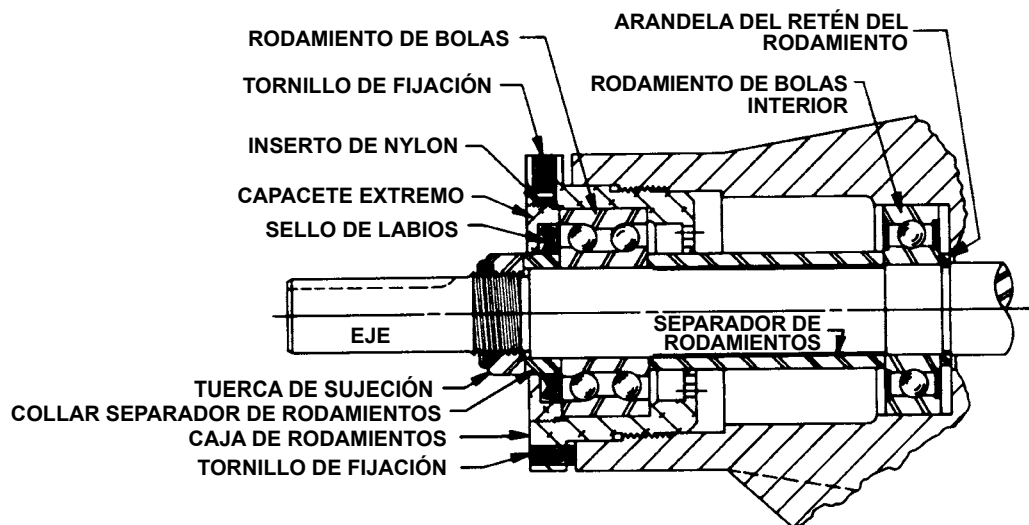

FIGURA 10 – CONJUNTO DE RODAMIENTOS DE EMPUJE DE LOS TAMAÑOS AS, AK Y AL
**AS, AK, AL:** Retire el espaciador de rodamientos del eje. Consulte la **figura 10** de la página 6
11. **AS, AK, AL:** Retire la arandela del retén de rodamiento. Es posible que la arandela pueda haberse quedado adherida al rotor y el eje cuando se le retire o esté contra el rodamiento de bolas. Consulte la figura 10.
**AS, AK, AL:** Suelte los dos tornillos de fijación en el diámetro exterior de la brida. Gire el capicete extremo y el sello de labios en sentido contrario al de las agujas del reloj y retirelos. Retire el rodamiento de bolas. Consulte la figura 10.
**AS, AK, AL:** Instale el separador de rodamientos sobre el eje y contra el rodamiento de bolas de una fila. Consulte la **figura 10** de la página 6.
**AS, AK, AL:** Instale el rodamiento de bolas en la caja de rodamientos. Instale el sello de labios en el capicete extremo de la caja de rodamientos. El labio debe mirar hacia el extremo del eje. Coloque el collar separador de rodamientos en el sello de labios e instálelo en la caja de rodamientos y apriete firmemente los tornillos de fijación. Consulte la **figura 10** de la página 6.